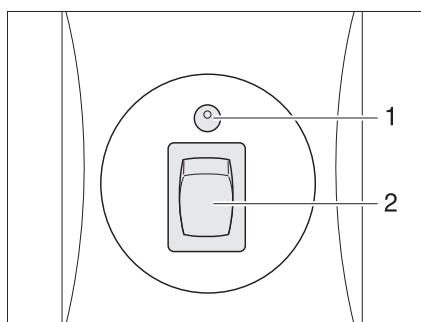

Fig. 143 Unidad de mando
En la unidad de mando (Fig. 143) únicamente pueden conmutarse las funciones eléctricas. Las llaves de paso principales de las bombonas de gas deben abrirse a mano.
La luz de control en la unidad de mando indica el estado de la instalación de gas. Si la luz de control (Fig. 143,1) está encendida de color verde, la instalación está bien. Si la luz de control parpadea o se enciende de color rojo, se ha presentado una avería. El suministro de gas está interrumpido.
- Conectar la instalación en la unidad de mando (Fig. 143).
Para esto, poner el interruptor basculante (Fig. 143,2) en la posición "I". La luz de control (Fig. 143,1) parpadea de color amarillo (prueba de sistema) y a continuación se enciende de color verde.
- Poner el interruptor basculante (Fig. 143,2) en la posición "O". La luz de control (Fig. 143,1) se apaga.